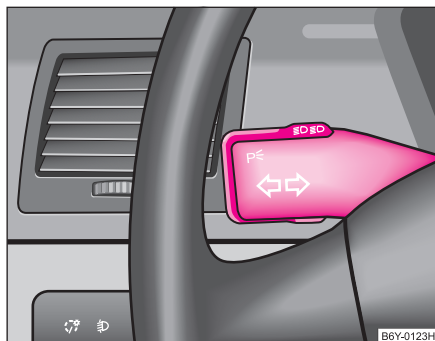

Fig. 36 La palanca de luz intermitente y luz de carretera
- Presione la palanca de la luz de carretera hacia adelante para conectar la luz de carretera ⇒ página 62, fig. 36.
- Presione la palanca hacia arriba o hacia abajo ⇒ fig. 36.